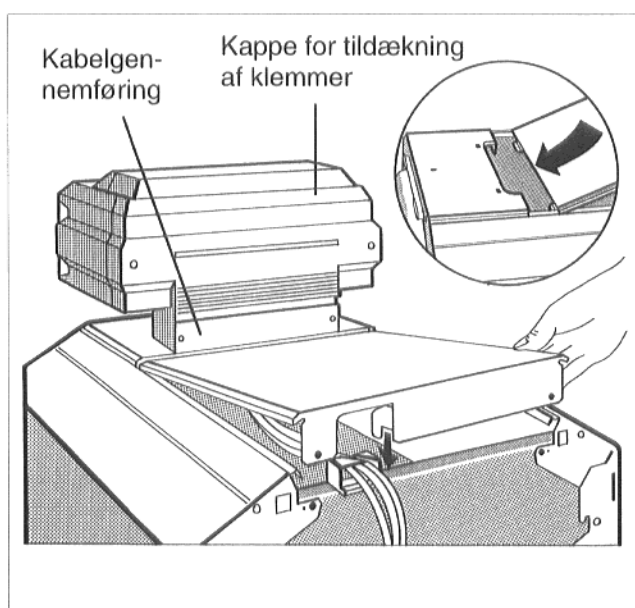

Fig. 21
Kappe til kabelgennemføring skrues igen fast til regulering (Fig. 21).
- Kappe for tildækning af klemmerne skrues igen fast til reguleringen (Fig. 21).
- Bageste topplade med lasker skubbes ind under den forreste topplade og trykkes ned bagved (Fig. 21).